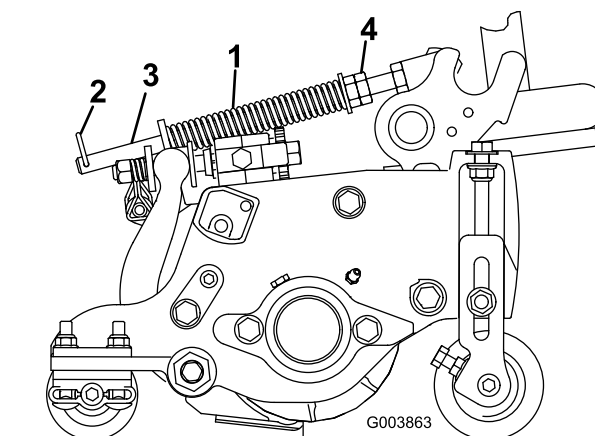

Figura 15
2. Aperte as porcas sextavadas na extremidade dianteira da haste da mola até que o comprimento comprimido da mola seja 12,7 cm nas unidades de corte Reelmaster 5410, de 12,7 cm ou 15,9 cm nas unidades de corte de Reelmaster 5510 e 5610 de 17,8 cm (Figura 15).
A mola de compensação de relva (Figura 15) transfere peso do cilindro dianteiro para o cilindro traseiro. (Isto ajuda a reduzir o efeito ondulado na relva, também conhecido como ondulação ou “bobbing”).
1. Certifique-se de que o contrapino do gancho está instalado no orifício traseiro na haste da mola (Figura 15).